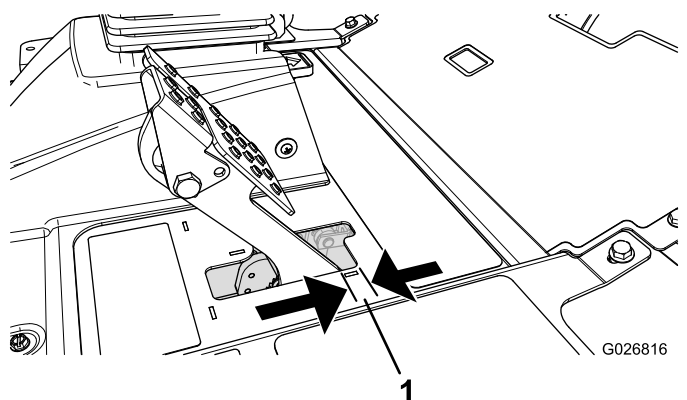

Figura 88
Regolate i freni se il pedale ha un "gioco" superiore a 2,5 cm (Figura 88), o quando è necessaria maggiore forza di tenuta. Per gioco s'intende la distanza che il pedale percorre prima che si avverta la resistenza della frenata.
2. Serrate il dado posteriore per spostare indietro il cavo, finché i pedali del freno non hanno un gioco compreso tra 6,3 e 12,7 mm (Figura 88), prima che la ruota si blocchi.